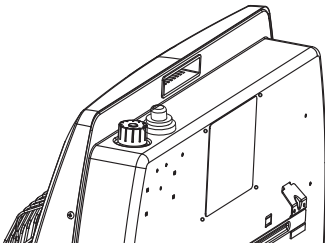

Fig. 10 - Fijación del ventilador
- NOTA:** Asegúrese de que el interruptor basculante esté colocado en la esquina superior derecha. (Ver Fig. 10).